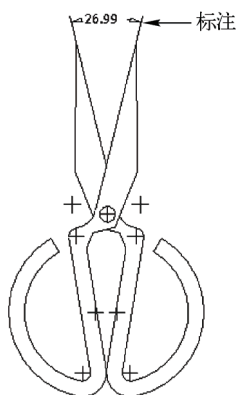

图 4-20 标注直线角度尺寸
STEP 02 在功能区选项板的“草绘”选项卡中, 单击“尺寸”面板中的“法向”按钮, 在绘图区的两条斜线上依次单击鼠标左键, 移动鼠标指针至合适位置, 单击鼠标中键, 标注尺寸, 再次单击鼠标中键, 即可完成直线角度尺寸的标注, 效果如图 4-20 所示。